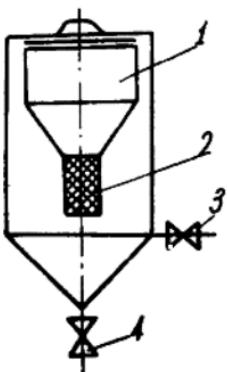

图 1
3. 回收来的废润滑油，应储存在带有锥形的专用桶内（如图1所示），使铁屑末和杂质水分等进行沉淀，以利于清除。